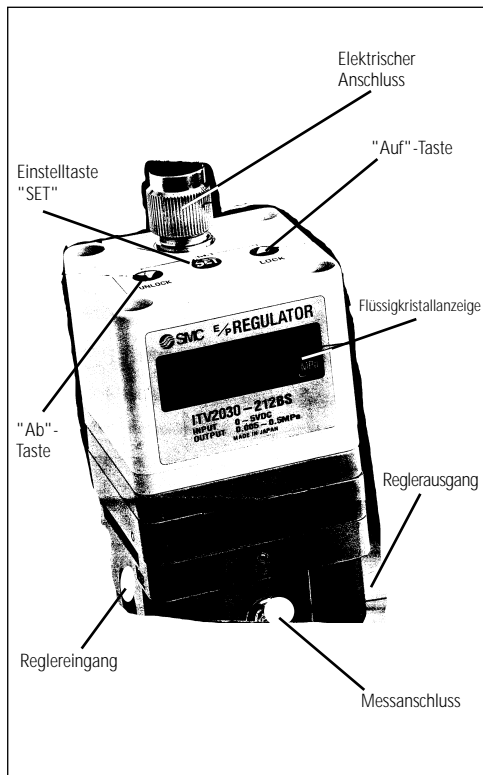

Abb. 1
- Die Tastensperre (Abb.1) wie im Abschnitt "Tastensperre" erläutert deaktivieren.
- Den Mindestdruck (Anzeige F-1 in Abb. 1) mit den "Auf/Ab"-Tasten (Abb. 1) einstellen und die Einstellung mit der Taste "SET" (Abb. 1) sichern.
- Den Maximaldruck (Anzeige F-2 in Abb. 1) mit den "Auf/Ab"-Tasten (Abb. 1) einstellen und die Einstellung mit der Taste "SET" (Abb. 1) sichern.
- Schaltausgang 1 (Anzeige P-1 in Abb. 1) mit den "Auf/Ab"-Tasten (Abb. 1) einrichten und die Einstellung mit der Taste "SET" (Abb. 1) sichern.
- Schaltausgang 2 (Anzeige P-2 in Abb. 1) mit den "Auf/Ab"-Tasten (Abb. 1) einrichten.
Die "Ab"-Taste ▽ (Abb. 1) länger als 2 Sekunden gedrückt halten. Im Display (a) blinkt "loc".
1. Durch Betätigen der Taste "SET" (Abb. 1) wird die Sicherungssperre automatisch aufgehoben.
Hinweis: Nochmaliges Betätigen der Taste "Ab" (Abb. 1) bricht den Vorgang ab.
- Die Taste "un-lock" (Abb. 1) länger als 2 Sekunden gedrückt halten.
Anmerkung: Abbrechen mit der Taste "lock" (Abb. 1).
- Die "Auf"-Taste Δ (Abb. 1) länger als 2 Sekunden gedrückt halten.
- Sperre einrichten mit der Taste "SET" (Abb. 1).
Anmerkung: Abbrechen mit der "Ab"-Taste (Abb. 1).
Wenn von dem ITV3000 eine Abnormalität erkannt wird, erscheint in der Flüssigkristallanzeige (Abb. 1) "Er" gefolgt von einer Codennummer. In diesem Fall den Strom abschalten und die Fehlerursache feststellen und beseitigen. Nach der Fehlerbehebung den Strom wieder einschalten.
Die Tasten "Auf" und "Ab" (Abb. 1) gleichzeitig länger als 3 Sekunden gedrückt halten. Im Display (Abb. 1) erscheint "RES". Nach dem Loslassen beider Tasten sind Mindestdruck, Maximaldruck und die Schaltausgänge P1 und P2 in die Ausgangszustand zurückgesetzt.
Anmerkung: Bei einer Stromstärke von mehr 30 mA meldet der Sensor an das Display (Abb.1) den Fehlercode "Er 5".